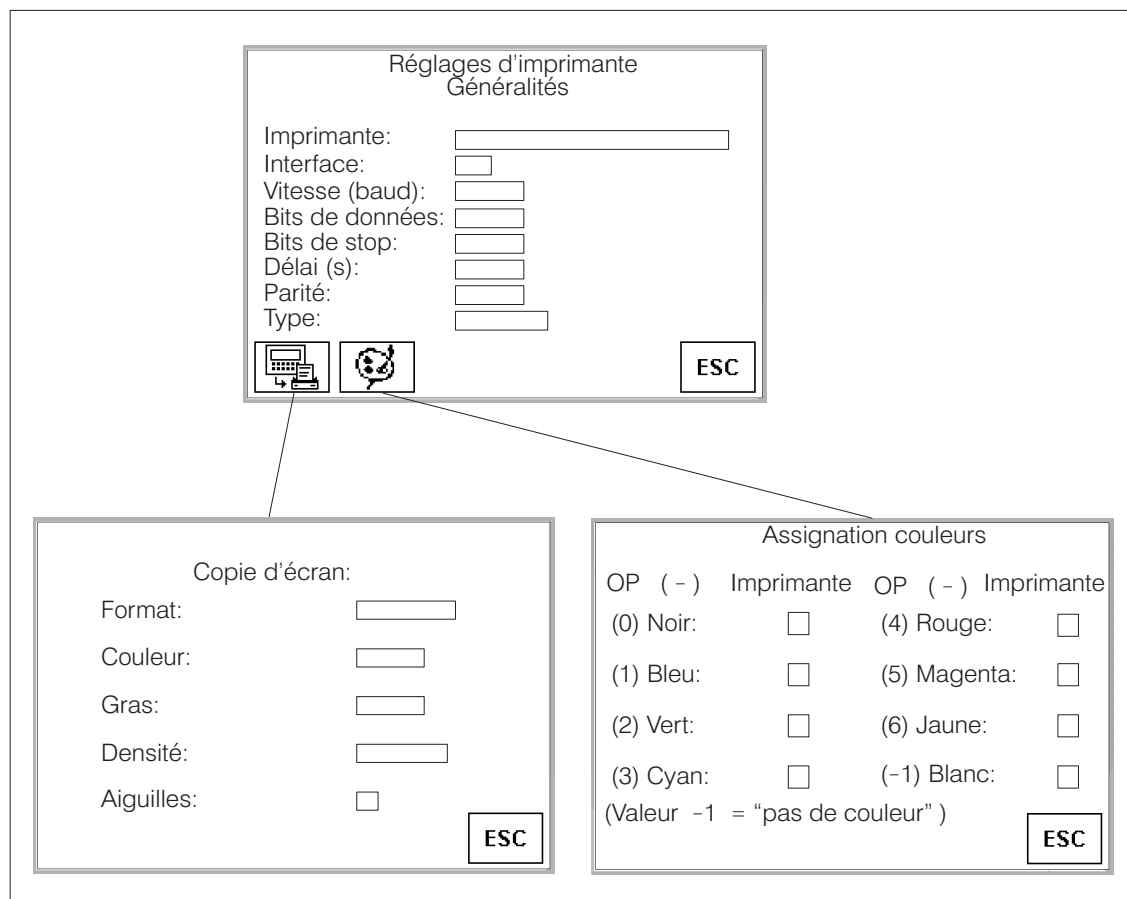

Figure 7-1 Images standard pour le réglage de l'imprimante (exemple OP27)
- avec l'OP27, dans les images standard *Réglages d'imprimante*, *Généralités*, *Copie d'écran* et *Assignation couleurs* (figure 7-1),